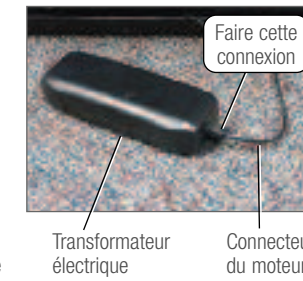

FIGURE 11
- Connecter le cordon d'alimentation de 120 volts au transformateur électrique (FIGURE 11). Ne pas brancher dans la prise avant que ce soit demandé dans les *Instructions de fonctionnement*. Passer à l'étape 15 pour y trouver les unités sans porte-gobelets éclairés.